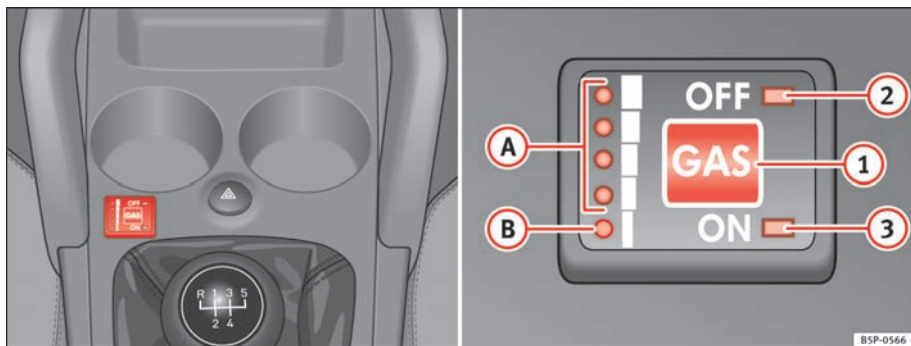

Fig. 36 Midterkonsol: kontakter og kontrollamper til autogasanlægget
Beholdningen af autogas vises ved hjælp af fem kontrollamper ⇒ fig. 36 (A) og (B). Tankkapaciteten varierer afhængigt af udetemperaturen.